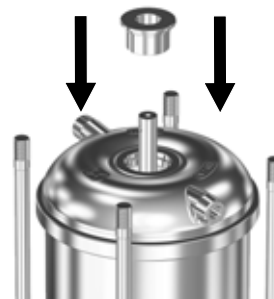
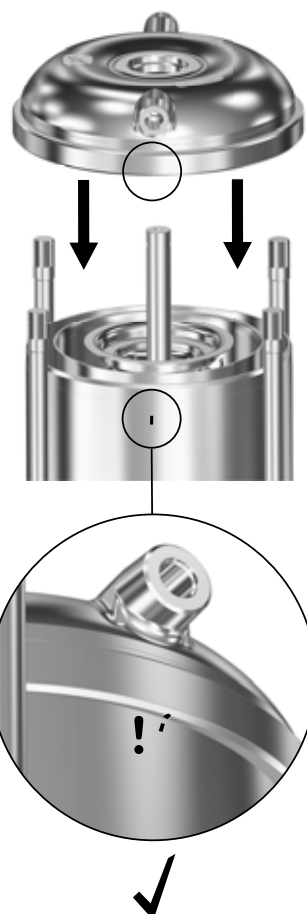

Рис. 5 Установка приспособления J в крышку головной части (2).
Рис. 6 Совмещение крышки головной части (2) и цилиндрического кожуха (55)
5. Смажьте и установите новое кольцевое уплотнение (37) в крышку головной части. См. 7.2 *Смазочные материалы*.
6. Только насосы CR: установите четыре винта (60) и кронштейны (2с) в крышку головной части (2). См. раздел 7.1 *Моменты затяжки*.
7. Установите напорный узел (44а) в крышку головной части (2).
8. Установите крышку головной части (2) на цилиндрический кожух (55). Используйте приспособление J, чтобы установить комплект камер точно по центру крышки головной части (2). См. рис. 5. Примечание. Установите крышку головной части (2) в точном соответствии с метками, нанесенными на крышку головной части (2) и на кожух (55). См. рис. 6.